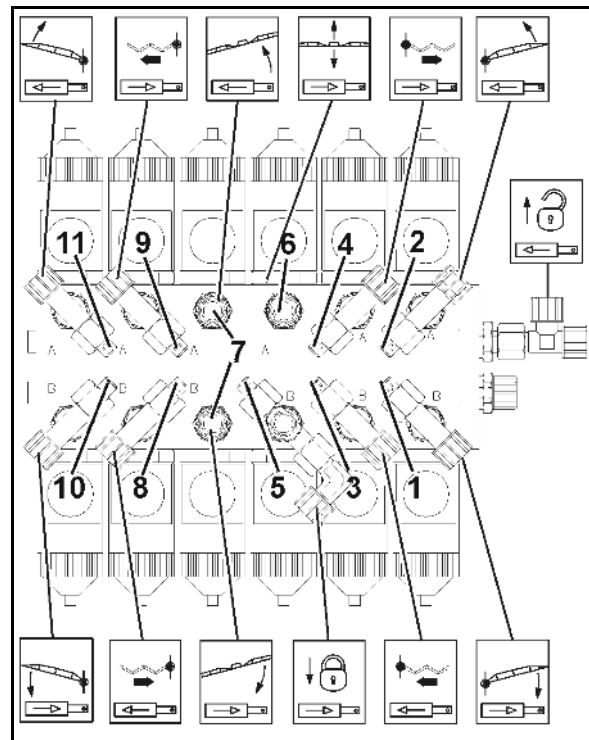

图 171
- 每年至少拆卸活塞隔膜（图 171/8）一次，以检查它的状态。
- 取出阀组（图 171/5）前，注意吸力侧和压力侧阀门各自的安装位置。
2. 拧开螺丝（图 171/1），取下箍圈（图 171/2）。
3. 卸除吸力和压力管（图 171/3，图 171/4）以及阀组（图 171/5）。
4. 卸除螺丝（图 171/6）后取下缸盖（图 171/7）。
5. 检查活塞隔膜（图 171/8）。
- 用垫圈 (图 171/10) 和螺丝 (图 171/9) 将活塞隔膜 (图 171/8) 固定在活塞 (图 171/11) 上, 使边缘指向缸盖端 (图 171/7)。
- 必以规定的扭矩交叉拧紧螺丝 (图 171/1)。螺母紧固不当可引起翘曲, 导致泄漏。
1. 拧开螺丝 (图 171/1), 从活塞 (图 171/11) 上卸除活塞隔膜 (图 171/8) 与垫圈 (图 171/10)。
3. 从泵壳中取出液压缸 (图 171/12)。
6. 将液压缸 (图 171/12) 插入回泵壳。
7. 安装活塞隔膜 (图 171/8)。
8. 用法兰连接缸盖 (图 171/7) 和泵壳体, 均匀地交叉拧紧螺丝 (图 171/6)。为中等拧紧的螺丝连接使用粘合剂!
9. 检查和清洗后安装阀组 (图 171/5)。
10. 装入新的 O 形圈 (图 171/13)。
11. 用法兰将吸力 (图 171/3) 和压力管 (图 171/4) 连接到泵壳上。
12. 以 11 Nm 扭矩交叉拧紧螺丝 (图 171/1)。